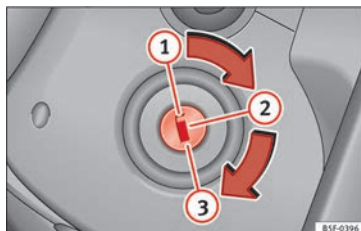

Fig. 177 Posiciones de la llave de contacto.
» fig. 177.
- Extraiga la llave de encendido en la posición ① » fig. 177 » ⚠.